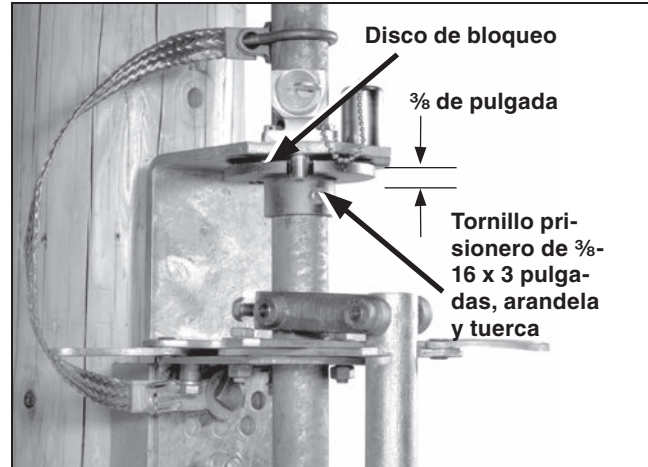

Figura 26. Tubo de interfaz que conecta los polos del interruptor y la chumacera fuera de línea.
PASO 23. Sostenga el disco de bloqueo a $\frac{3}{8}$ de pulgada (10 mm) por debajo de la ménsula para interbloqueo y perforo orificios de $\frac{7}{16}$ de pulgada de diámetro a través de la sección del tubo de operación vertical utilizando como pilotes los orificios que tiene el collarín del disco de bloqueo. Sujete el disco de bloqueo al tubo utilizando el tornillo prisionero de $\frac{3}{8}$ -16 x 3 pulgadas, la roldana de presión, la arandela y la tuerca que se proporcionan. Vea la Figura 26.